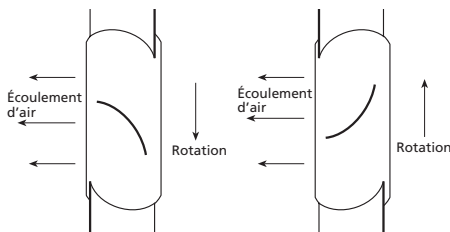

Figure 4
2. Mettre brièvement l'appareil sous tension pour vérifier le sens de rotation de la turbine. Le sens de rotation doit être celui indiqué sur l'autocollant apposé sur l'appareil ou sur la Figure 4.